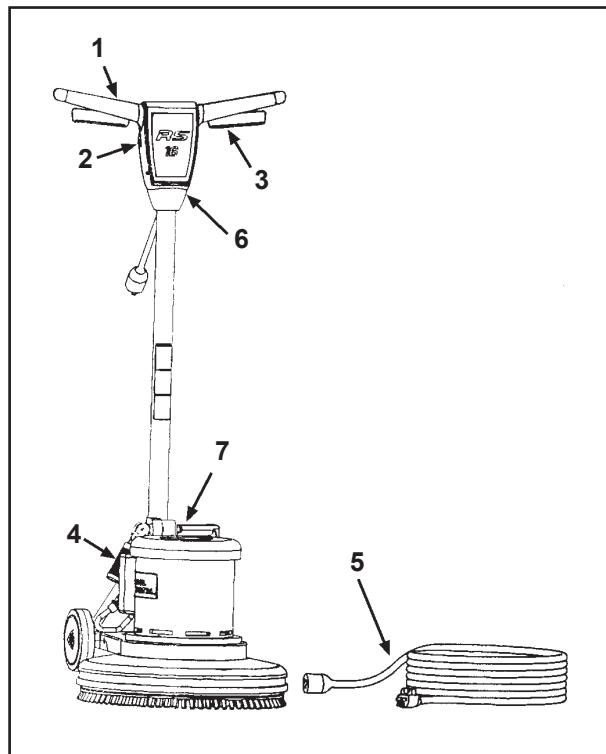

Figura 1
FAMILIARÍCESE CON SU MÁQUINA (Figura 1)
2. RS-16 DC: Instale el faldón de polvo como se muestra en la figura 1, item 8; tensando la banda hacia abajo.